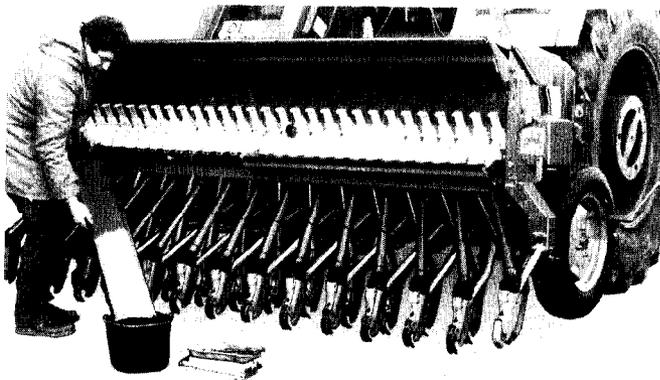

Fig. 25
- Die Saatgutmenge wiegen (Fig. 25), die während der Abdrehprobe von den Abdrehmulden aufgefangen worden ist.